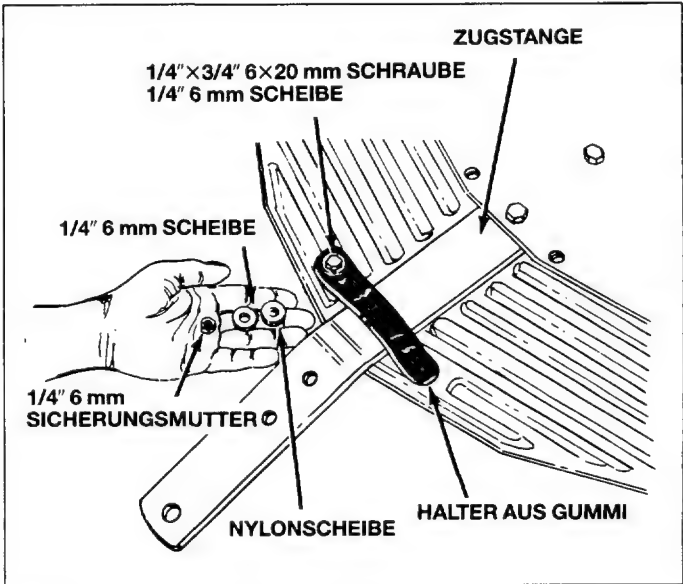

Bild 5
4. Den Gummihalter auf den beiden Schutzvorrichtungen und über der Zugstange anbringen. Siehe Bild 5. Mit zwei Sechskantschrauben 6×20 mm (1/4×3/4"), vier Unterlegscheiben 6 mm (1/4"), zwei Nylonscheiben und zwei Sicherungsmuttern 6 mm (1/4") befestigen. Die Bolzen und eine Unterlegscheibe durch den Gummihalter und den Spritzschutz führen, dann die Nylonscheibe und die Unterlegscheibe auf den Bolzen setzen und die Sechskantschraube festziehen. Siehe Bild 5.